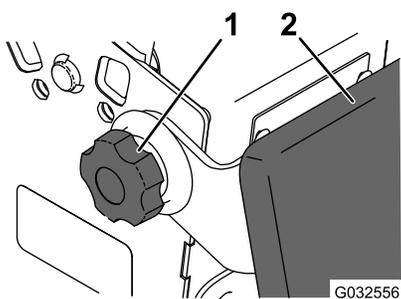

Рисунок 28
2. Ослабьте поворотные ручки с каждой стороны машины (Рисунок 28).